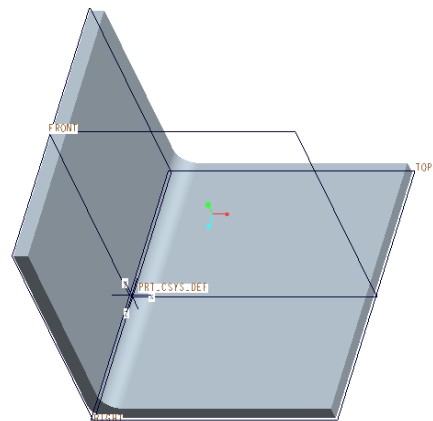

図 3-33 両コーナーにラウンドエッジ
- ・「ラウンドエッジ」 ツールを選択すると、図 3-33 のようにラウンドエッジが作成される。